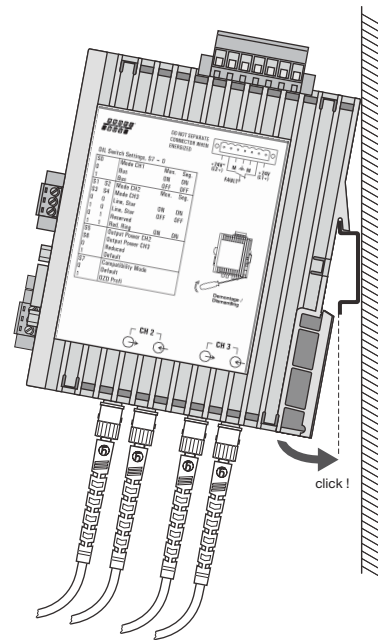

Abb. 8: Montage des Repeaters auf einer Hutschiene
- ▶ Montieren Sie den Repeater auf der Hutschiene. Hängen Sie hierzu die obere Rastnase des Repeaters in die Hutschiene ein und drücken Sie die Unterseite - wie in der Abbildung 8 gezeigt - auf die Schiene, bis die Rastnase einrastet.